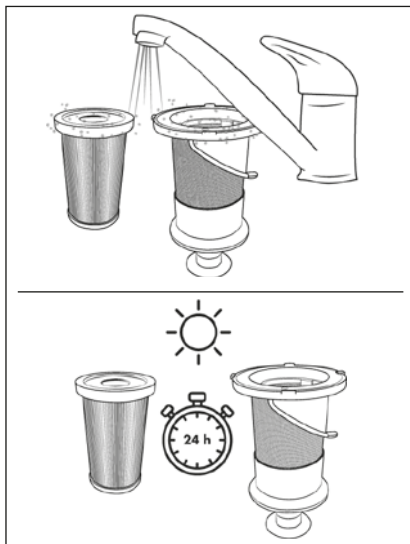

Fig. 20
- 5) Lavare il filtro HEPA **4** e il filtro in acciaio inox **5** con acqua fredda o tiepida. Lasciare asciugare completamente all'aria il filtro HEPA **4** e il filtro in acciaio inox **5** prima di inserirli nuovamente nel contenitore di raccolta della polvere **6** (vedere fig. 20).